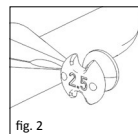

fig. 2
■ **fig.1a, 1b/2** Sizer disk (fig. 1a, 1b) for partielle proteser er utstyrt med seks satellittformet plasserte enkeltsizere av ulike lengder (2,0-4,5 mm). På baksiden av hver sizer er den aktuelle lengden angitt (fig. 2). Utsparingene og boringene har til funksjon å gi vektreduksjon, samt å gi bedre oversikt under måleprosedyren i mellomøret.